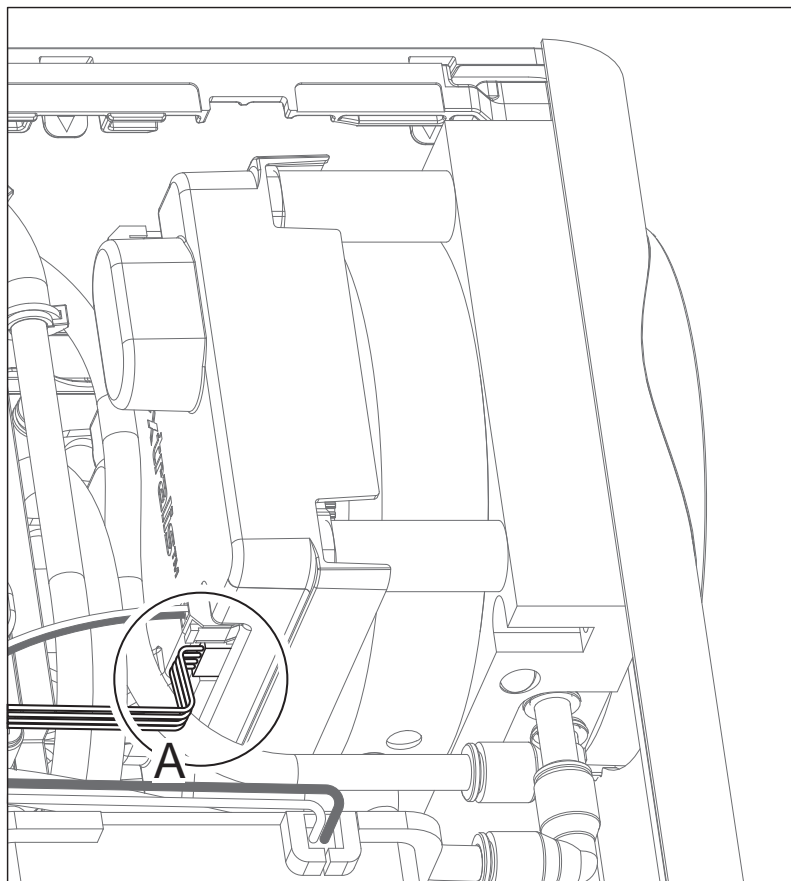

Рис. 7-25: Отсоединение кабеля передачи данных
4. Отсоедините 4-жильный кабель (А) от поворотного клапана (Рис. 7-25).